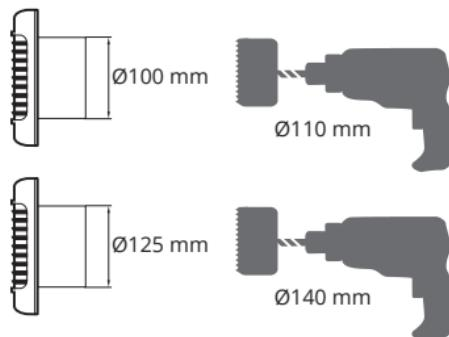

Fig. 1
1. Skär ut ett hål i väggen som är lite större än fläktens diameter. Rekommenderad håltagning, se fig. 1.